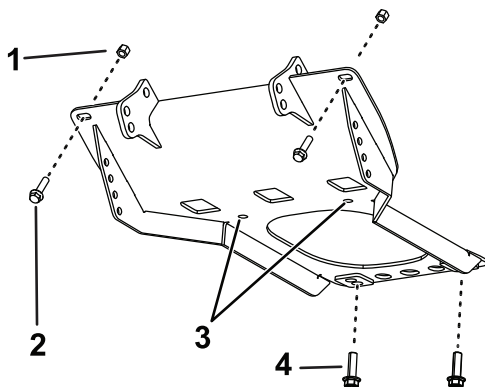

Figure 1
6. En vous servant de la plaque de protection du chasse-neige comme guide, percez les 2 trous dans la plaque de protection inférieure du véhicule au cadre du véhicule à  $7/16$  pouce (Figure 1).